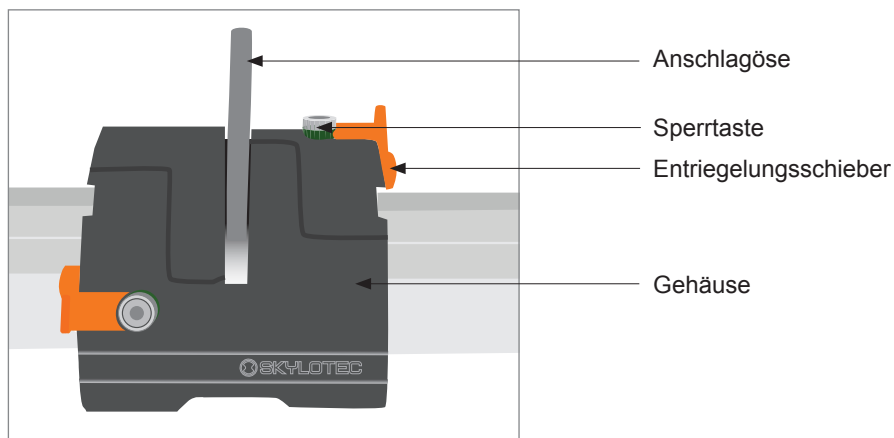

Abb. 1
1. den Läufer in beide Hände nehmen und mit den Daumen beider Hände die Sperrtasten „A“ drücken (Abb. 1)
Öffnen des Läufers zum Abnehmen wie in Abb. 1 und 2 um dann den Läufer von der Schiene anzuheben und abnehmen zu können.
1. Take the runner in both hands, and with the thumbs of both hands, press the lock buttons „A“ (Fig. 1)